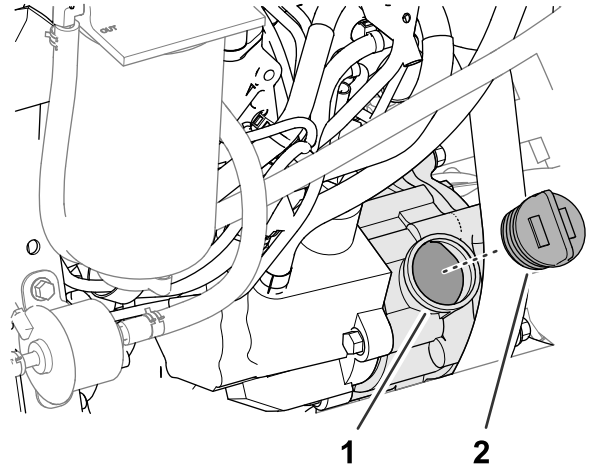

Figura 124
5. Dacă nivelul uleiului este scăzut, scoateți bușonul rezervorului (Figura 124) și adăugați treptat